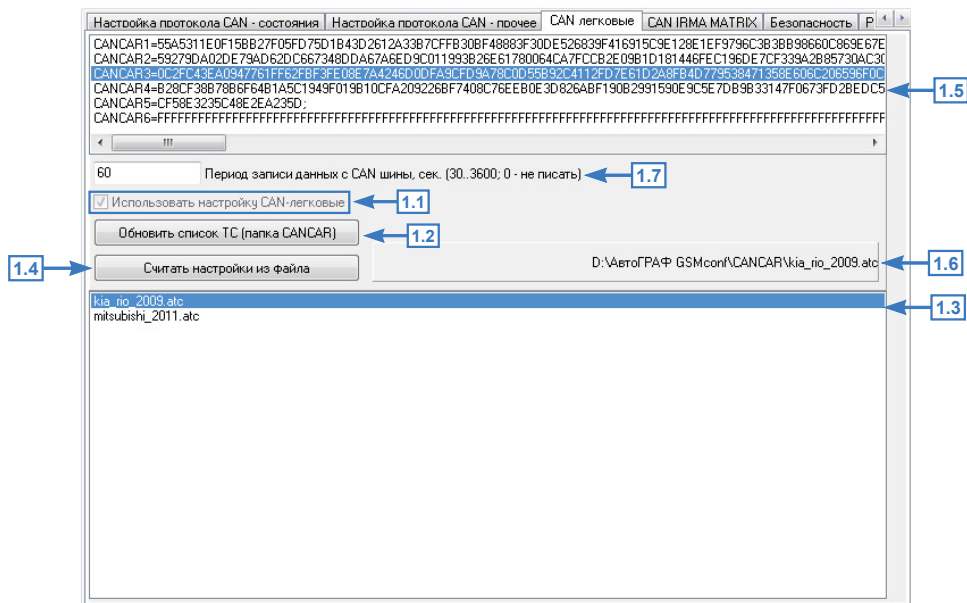

Рис.64. Настройка шины CAN для чтения данных с легковых автомобилей.
- На вкладке «CAN легковые» включить опцию «Использовать настройку CAN-легковые» (**Рис.64, п. 1.1**).
- На вкладке «CAN легковые» программы «AG.GSMConf» нажать кнопку «Обновить список ТС (папка CANCAR)» (**Рис.64, п. 1.2**). На вкладке появится список файлов в формате .atc с настройками шины CAN легковых автомобилей (**Рис.64, п. 1.3**).
- Выделить интересующий файл и нажать кнопку «Считать настройки из файла» (**Рис.64, п. 1.4**). После этого на вкладке будут установлены настройки протокола CAN из выбранного файла. Настройки отображаются в виде команд удаленной настройки в верхней части вкладки (**Рис.64, п. 1.5**). Настройки из нужного файла могут быть считаны в программу также двойным нажатием левой кнопки мыши на нужный файл. Считать новый файл с настройками можно также, перетаскив этот файл в область программы «AG.GSMConf». В этом случае настройки будут считаны автоматически. Текущий открытый файл отображается в правом верхнем углу списка доступных файлов (**Рис.64, п. 1.6**).
Настройка задается в секундах в поле «Период записи данных с CAN шины, сек» (**Рис.64, п. 1.7**). Минимальный период 30 секунд, максимальный 3600 секунд. Нулевой период отменяет запись данных с шины CAN.